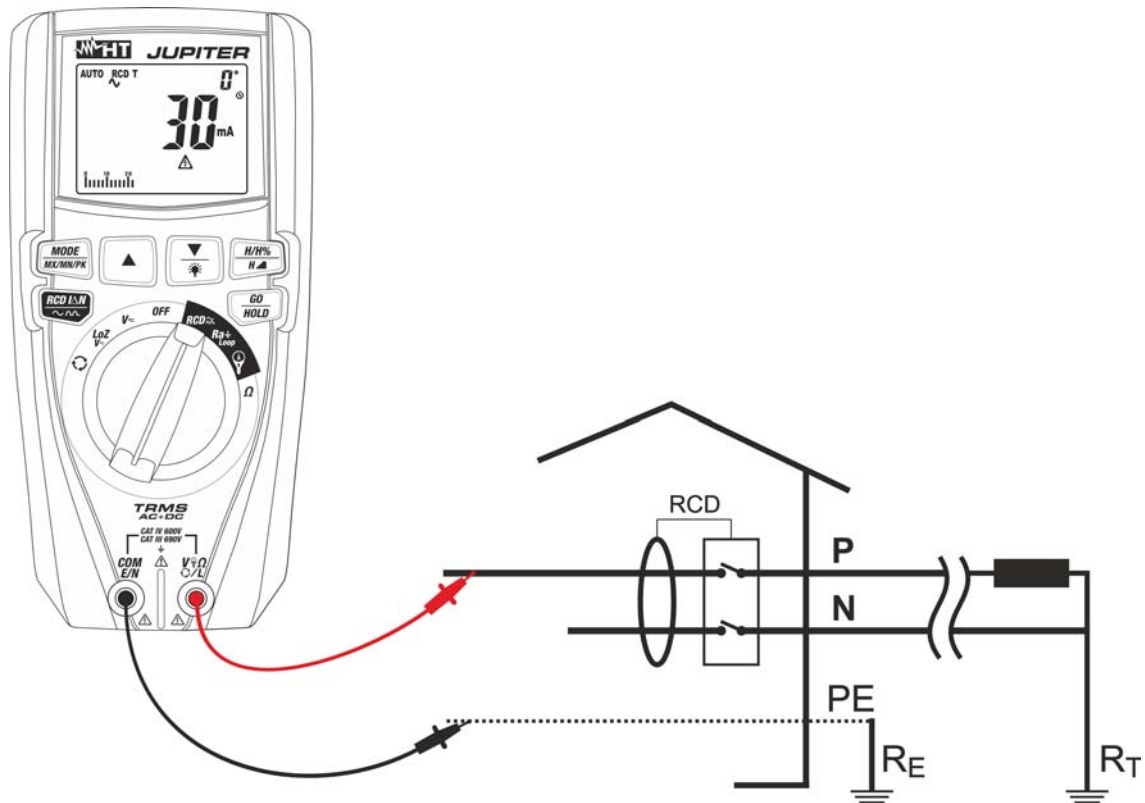
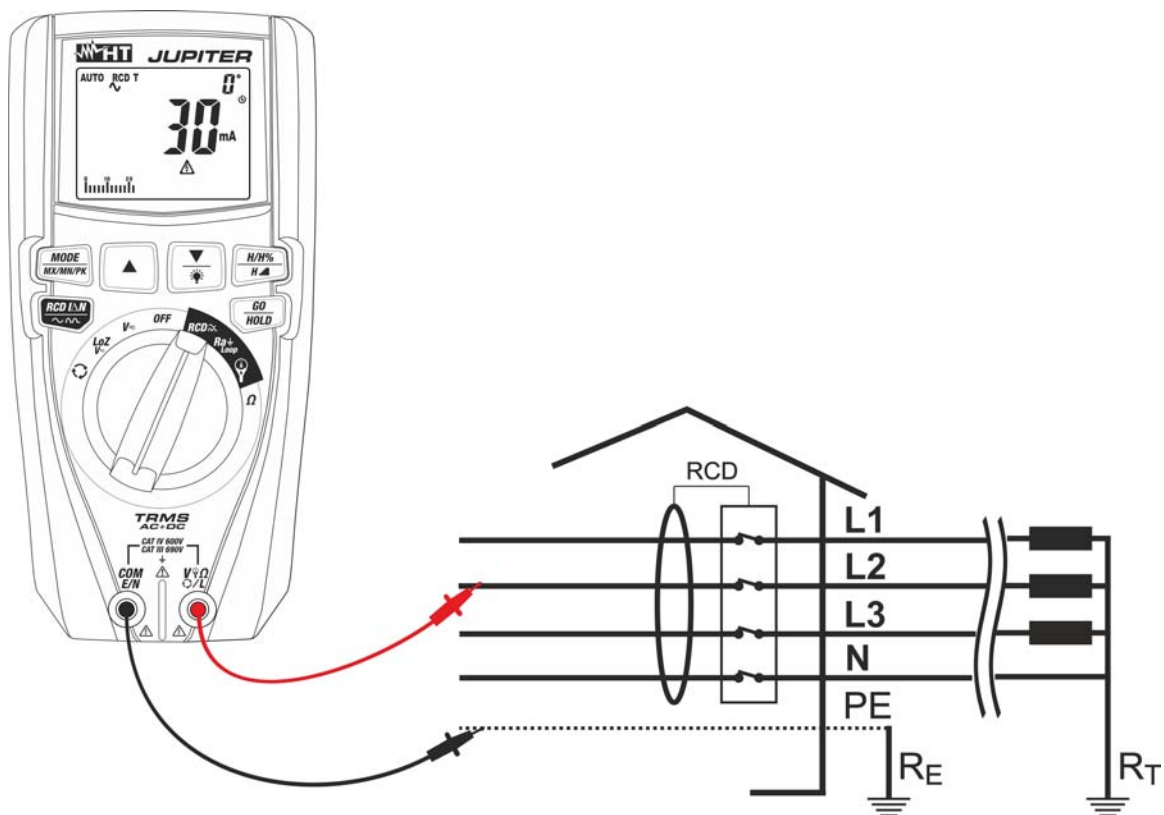

Fig. 30: Uso del instrumento para test RCD sobre sistema monofásico con puntas de prueba
Fig. 31: Uso del instrumento para test RCD sobre sistema trifásico con puntas de prueba
7. En caso de uso de las puntas de medida inserte el conductor rojo en el terminal de entrada **V $\Omega$ L** y el conductor negro en el terminal de entrada **COM/E/N** y conecte el instrumento a la instalación en examen (ver Fig. 30 o Fig. 31). La presencia de la tensión Fase-Tierra se muestra en la barra grafica